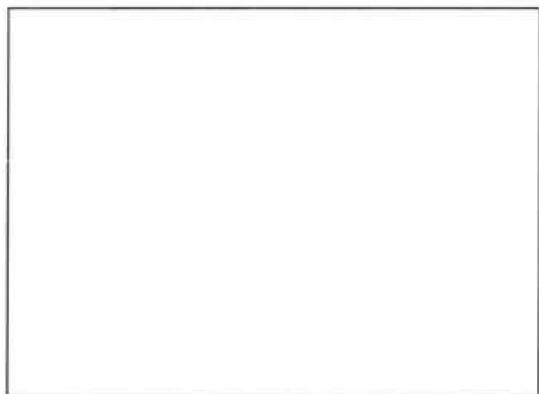

图14-54 绘制长方形
**Step01** 启动 AutoCAD 2014 软件，将当前视图设为“俯视图”。执行“矩形”命令，绘制出一个长为 2000mm、宽为 1500mm 的长方形，如图 14-54 所示。